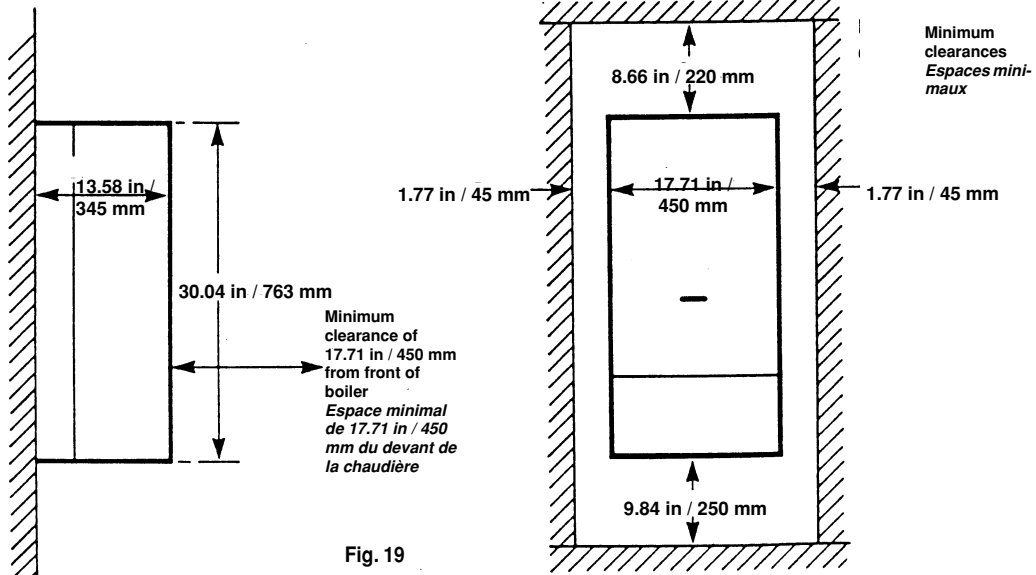

Fig. 19
4.2 ESPACES NÉCESSAIRES POUR L'ENTRETIEN - Fig. 19